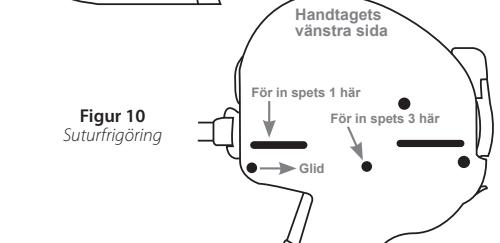

Figur 8
5.1.1 Om nälen inte dras tillbaka, för in spets 2 på handtagets frigöringsverktyg (**Figur 8**) i hålet på höger sida av höljet (**Figur 9**). Spets 3 ska peka mot retraktionsspanken. Medan det fortfarande är infört, vrid och håll handtagets frigöringsverktyg medurs med lätt tryck från fingret, cirka 5–10 grader, och tryck försiktigt ned retraktionsspanken.
5.2.1 Om man önskar kapa monofilamentsuturen utan att föra in det uretrala ändstycket, för in spets 3 på handtagets frigöringsverktyg (**Figur 8**) i skåran till vänster sida av höljet (**Figur 10**).
5.2.2 Om suturen inte kapas helt i steg 5.2.1, för in spets 1 på handtagets frigöringsverktyg (**Figur 8**) in i skåran till vänster på höljets framsida och låt verktyget glida framifrån och bakåt (**Figur 10**).